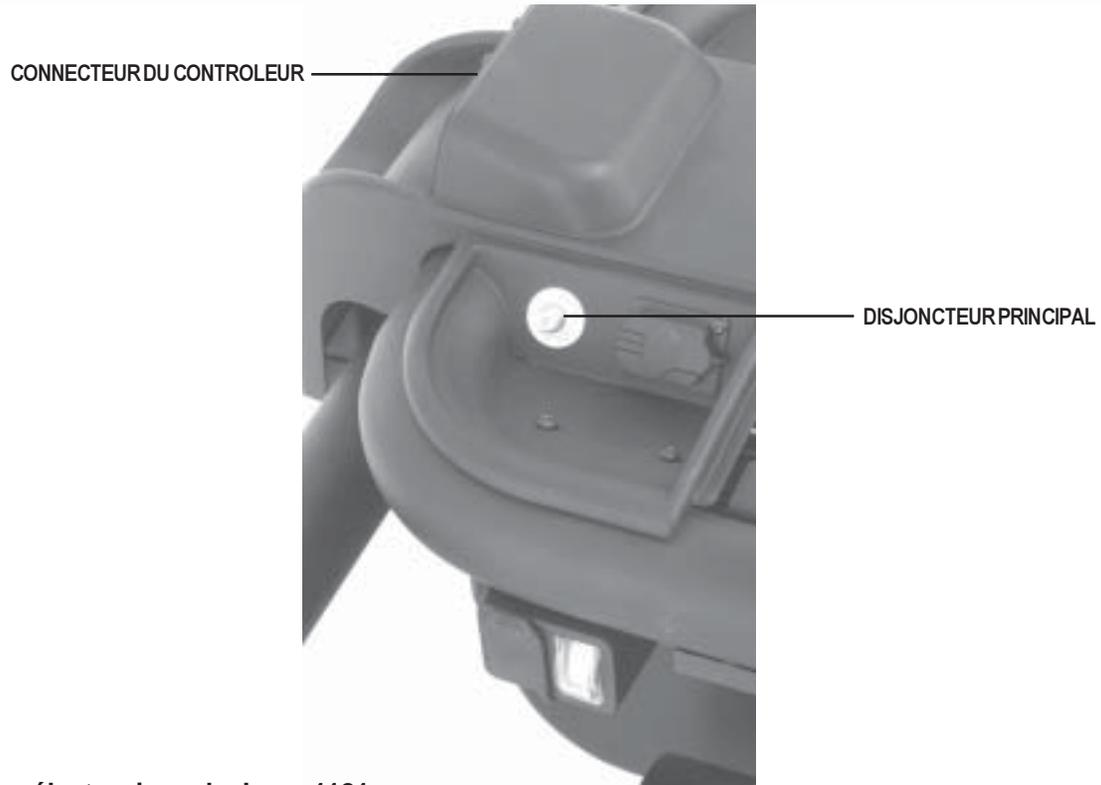

Figure 6. Tableau électronique du Jazzy 1121
2. Débranchez le connecteur du contrôleur sur le tableau électronique à l'arrière de la base motorisée. Voir la figure 6.